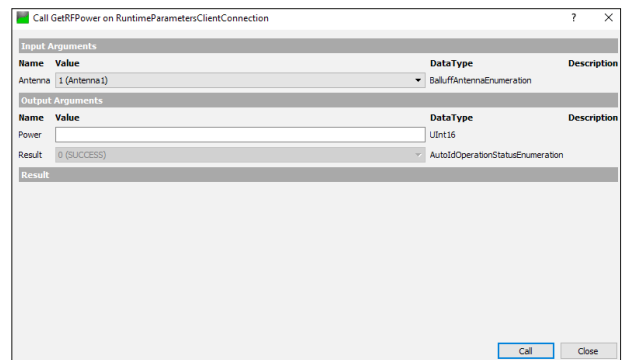

Bild 9-21: Methoden Aufruf *GetRFPower()*
- ⇒ Es öffnet sich erneut ein Fenster, in dem die Aufrufargumente und die Rückgabeparameter der entsprechenden Methode zu sehen sind (*GetRFPower*), siehe Bild 9-21).